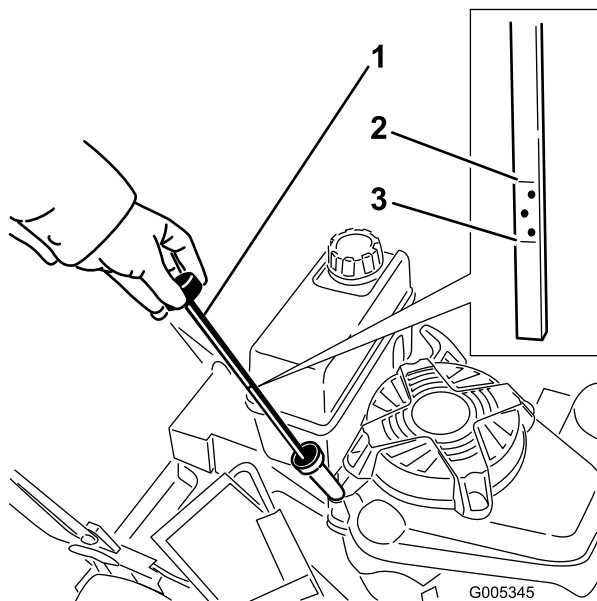

Bild 11
Stellen Sie vor jedem Einsatz sicher, dass der Ölstand zwischen den Marken Add (Nachfüllen)“ und Full (Voll)“ am Peilstab steht (Bild 11).
2. Reinigen Sie den Bereich um den Peilstab (Bild 11).
6. Lesen Sie den Ölstand am Peilstab ab. (Bild 11)